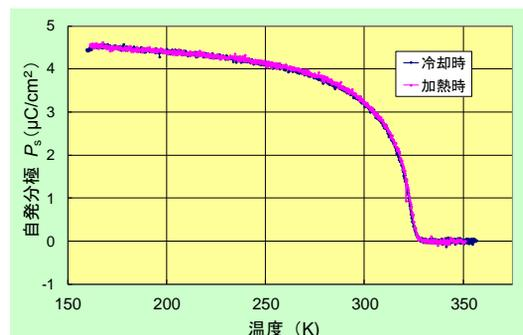

図3 硫酸三グリシンの自発分極温度依存性
- 代表的強誘電体、硫酸三グリシンに約325 K以下で現れる $D$ - $E$ 履歴曲線を測定し、決定した自発分極の温度依存性を図3に示した。